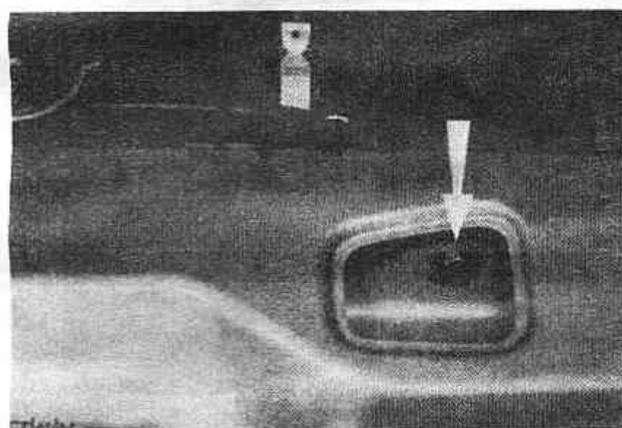
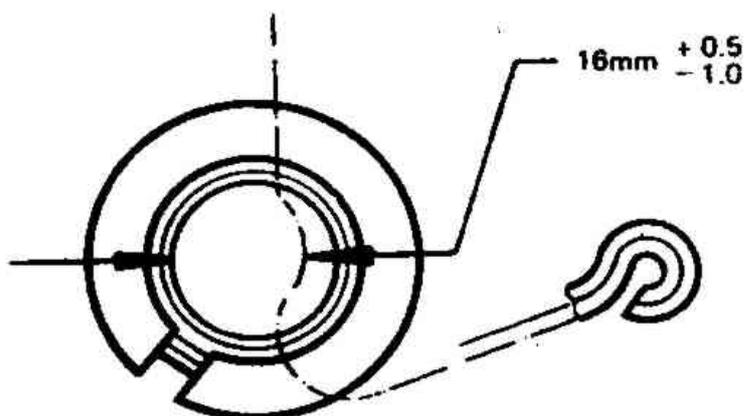

Рис.12.11. Ослабьте болт зажима троса капота (Разд.14)
Рис.12.12. Установочное расстояние для пружины защелки капота (Разд.14)
6. Ослабьте болт, крепящий зажим троса (Рис.12.11) и отсоедините трос от пружины замка.
9. Следует отрегулировать расстояние, указанное на Рис.12.12, и затянуть болт зажима троса (Рис.12.11)